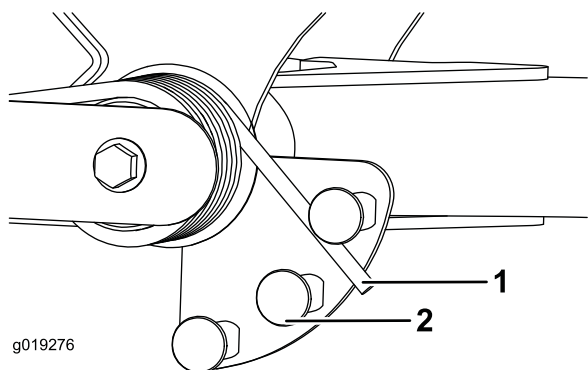

图37
2. 将一个管子或类似物体插入长弹簧一端并将其围绕弹簧传动器旋转至所需位置 图37。